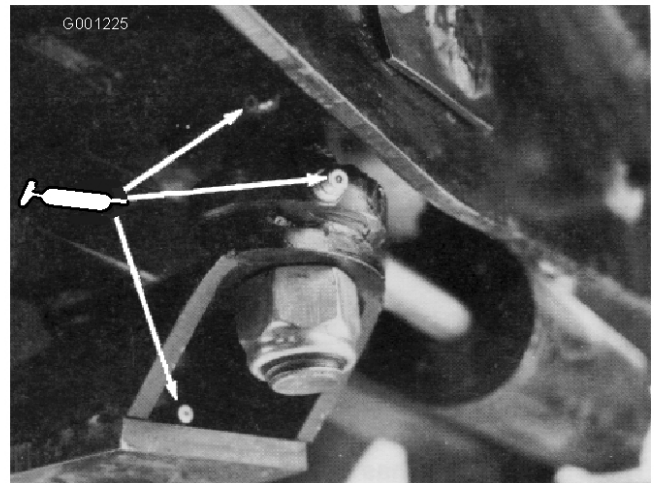

Bild 42
- Achsenstiftbushings (Bild 42)